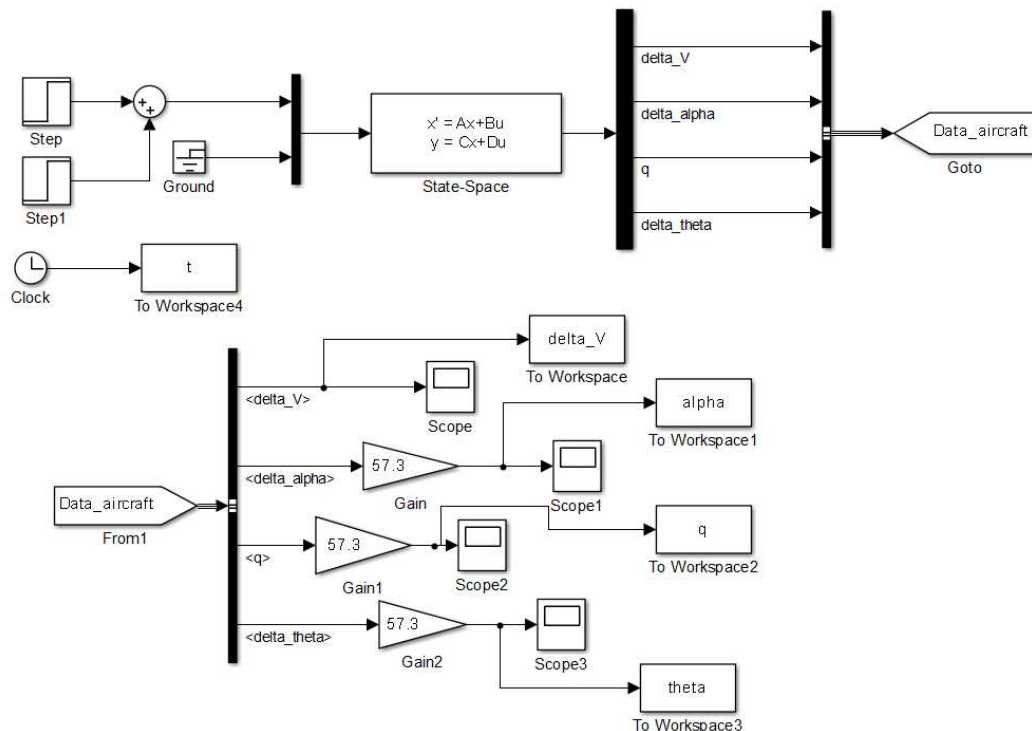

图 1 状态方程模型
1. 将上面的飞机模型用 Simulink 搭建出来，如图 1 所示，然后分别给升降舵和油门输入一个方波信号(幅值为 5/57.3，宽度为 1 秒，该方波信号可以用 `step` 模块组合获得)，观察飞机状态输出。
在 Signal Routing 库中找到 Goto 和 From 模块，拖放到模型中构成如图 1 中的信号传输，用 Sink 库中 To Workspace 模块将状态变量数据输出到工作空间，并画图(横轴为时间 t)。
对一个飞机状态方程，常见的扰动有两种，一是输入扰动，即如图 1 所示，在输入口设置扰动值，观察飞机状态变化；二是输入设置接地  (接地一般在输入口没有输入信号时接入，如果我们不接 ground，让输入悬空，会产生一些警告信息)；在状态初值中设置状态扰动(双击 state space 模块，在弹出的对话框中的“Initial Conditions”中以行向量的形式输入状态初值，如图 4 所示。